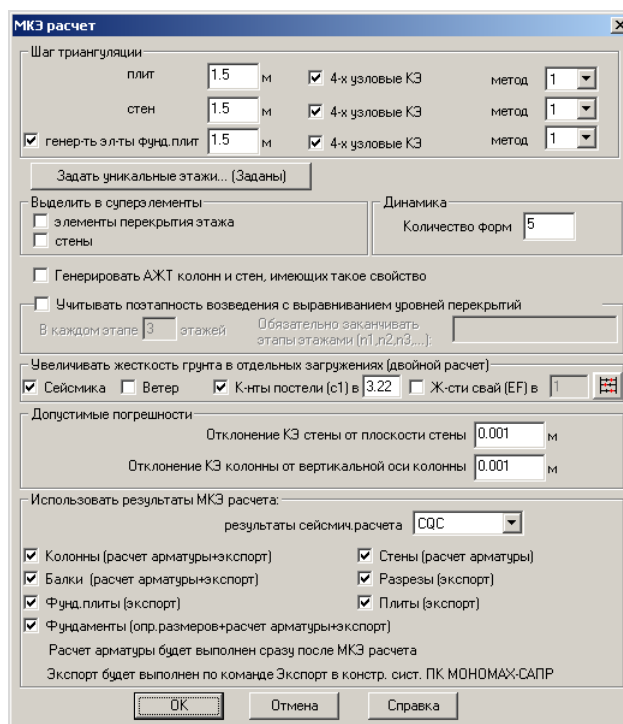

Рис. 1.20.1. Окно диалога МКЭ расчет
- В открывшемся окне диалога **МКЭ расчет** (рис. 1.20.1) выполните следующие действия: